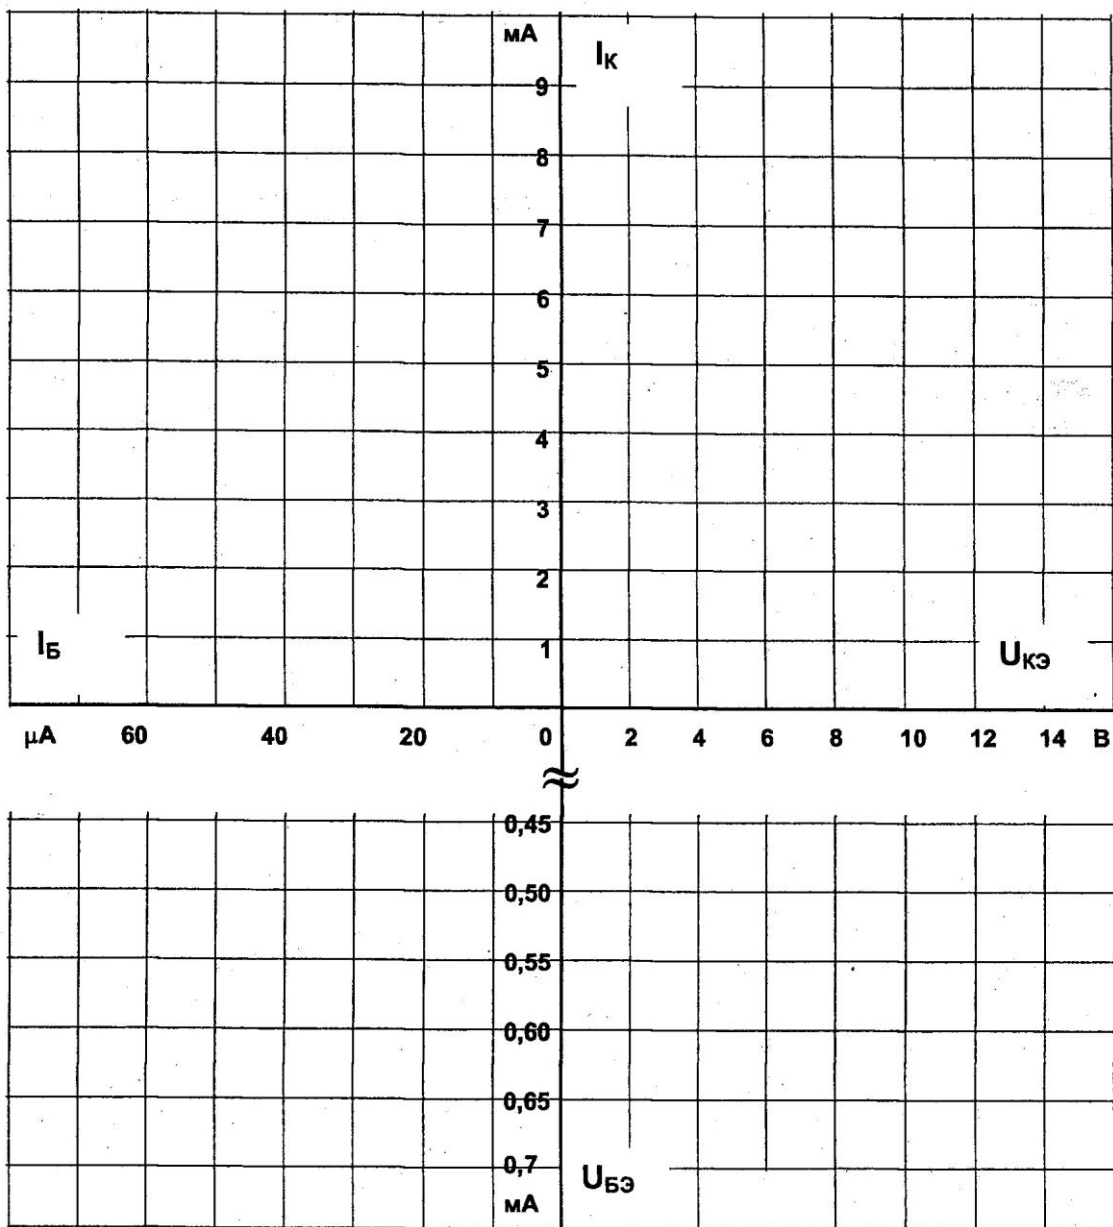

Рис. 5.3.3
- На рис. 5.3.3 постройте графики семейства выходных характеристик $I_{К}(U_{КЭ})$ и семейство характеристик обратной связи $U_{БЭ}(U_{КЭ})$, не забыв указать какому току базы соответствует каждая кривая.
- На рис. 5.3.3 постройте графики входных $I_{Б}(U_{БЭ})$ и регулировочных $I_{К}(I_{Б})$ характеристик, указав для каждой кривой соответствующие значения $U_{КЭ}$.